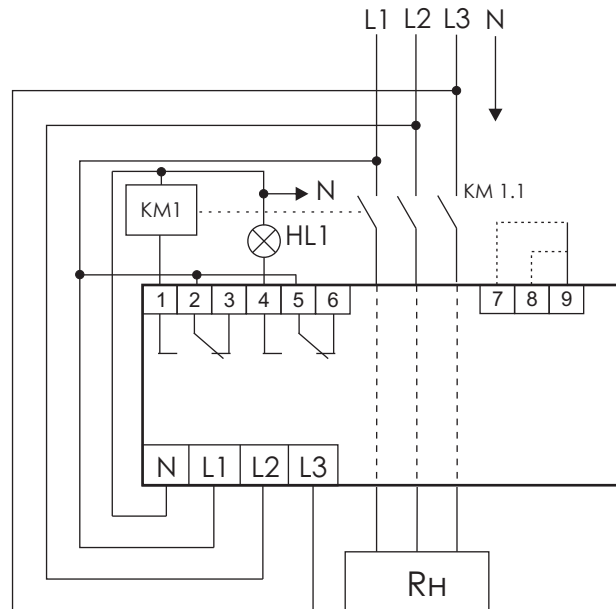

Рисунок 2 - Схема включения с контактором и выходом для сигнализации о перегрузке по мощности
2. К зажимам 1,2 подключить контактор для включения нагрузки (см. схему рисунок 2). К зажимам 5,6 при необходимости подключить сигнализацию о перегрузке.